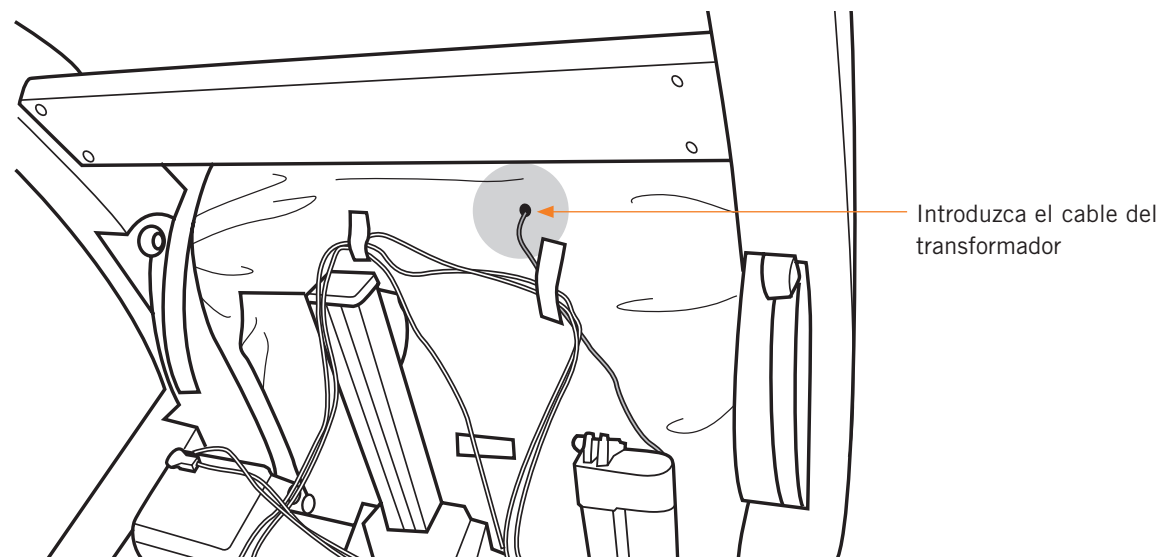

Fig.14
7. Introduzca el enchufe del transformador a través de la guía de cable y luego páselo hacia arriba, por el orificio de la lona de la silla (Fig.14).